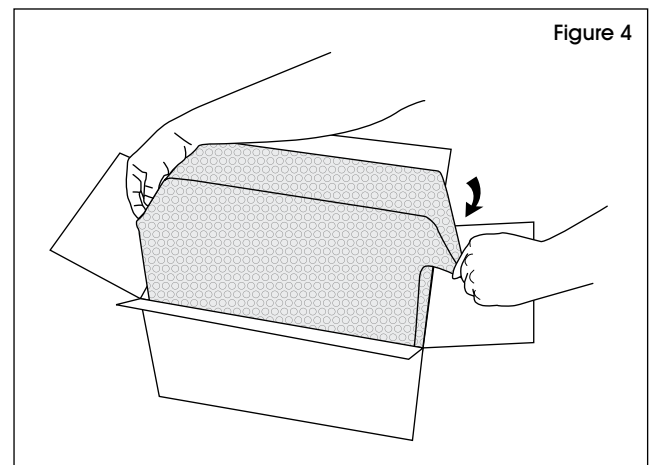

Figure 4
5. Soulevez légèrement le revêtement hors de la boîte, rentrez les côtés, puis abaissez le revêtement en position. (Voir Figure 4)